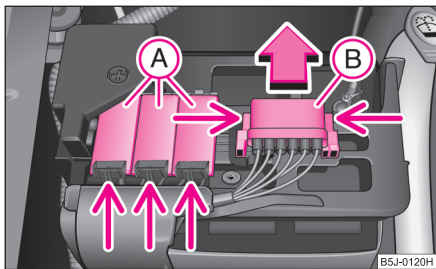

Abb. 172 Batterie:
- Drücken Sie auf die Verrastungen der Sicherungsabdeckungen (A) ⇒ Abb. 172 und klappen Sie die Abdeckungen auf.
- Drücken Sie die Verrastungen der Sicherungsabdeckung (B) gleichzeitig zusammen und schieben Sie die Abdeckung in Pfeilrichtung heraus.
- Einige Fahrzeuge sind nur mit der Abdeckung (B) ausgestattet ⇒ Abb. 172. ■